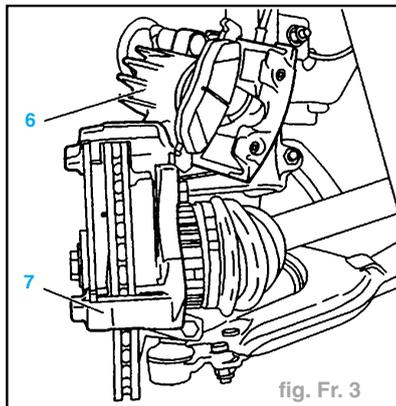

fig. Fr. 3
- Dégager l'étrier de frein (6) du support (7) (fig. Fr. 3).